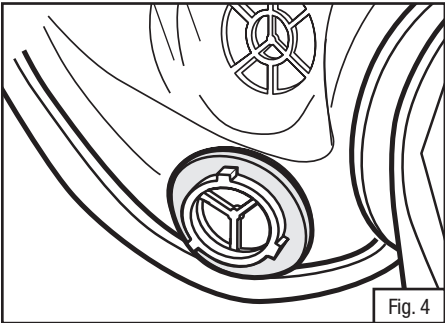

Fig. 4
- 2. Instale os novos anéis de vedação nos encaixes baioneta da entrada de inalação da peça facial. Assegure-se de que os anéis de vedação estão na posição correta, nos três pinos de cada porta da baioneta (Fig. 4).